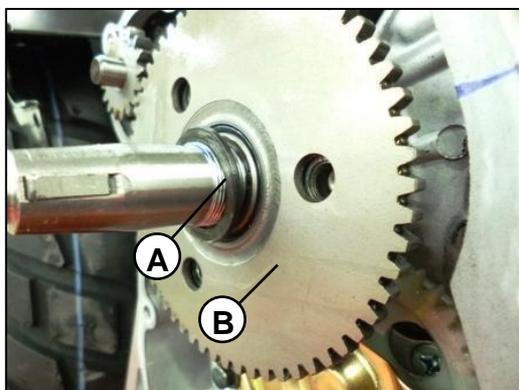

Fig. 10
Retire la arandela (A) y remueva el piñón de arranque (B) Fig.10